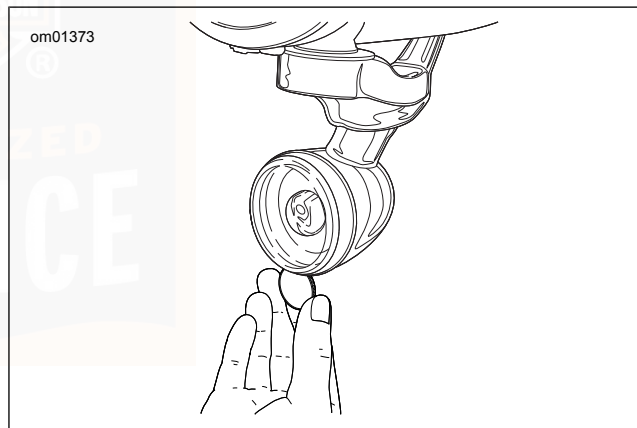

Figura 97. Tacca sulla cornice della lente
1. Vedere Figura 97. Inserire una moneta o la lama di un piccolo cacciavite nella tacca sul fondo della cornice della lente. Far leva attentamente finché la cornice della lente non scatti fuori dal guscio della luce.